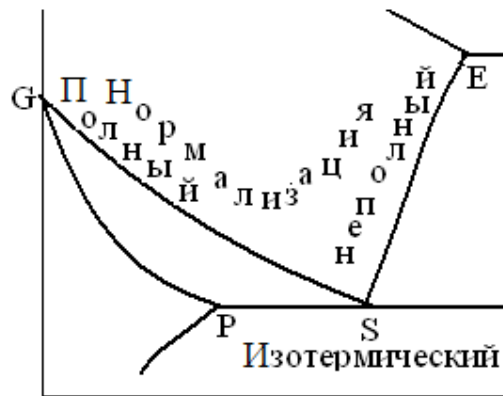

Рис. 4.2. Схема отжига II рода
- При отжиге II рода в стали происходят фазовые превращения. К отжигу II рода относятся (рис. 4.2):